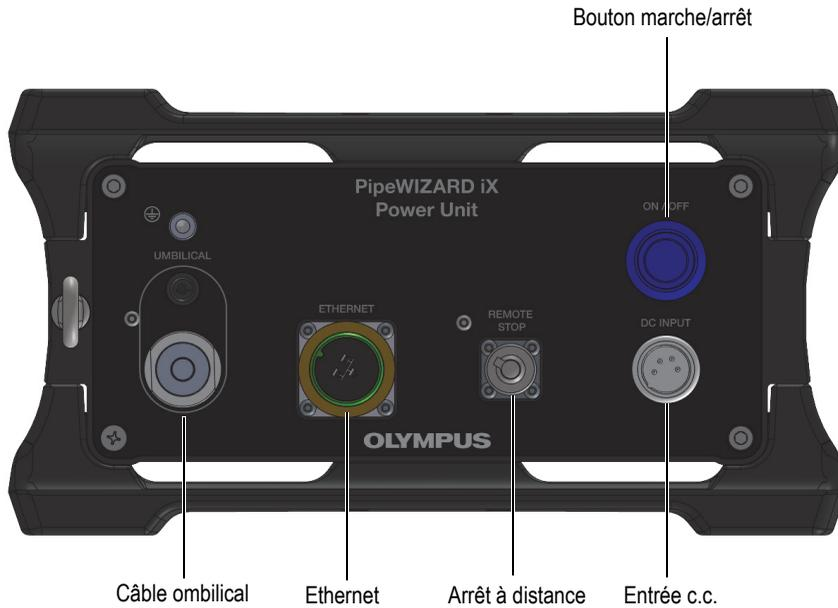
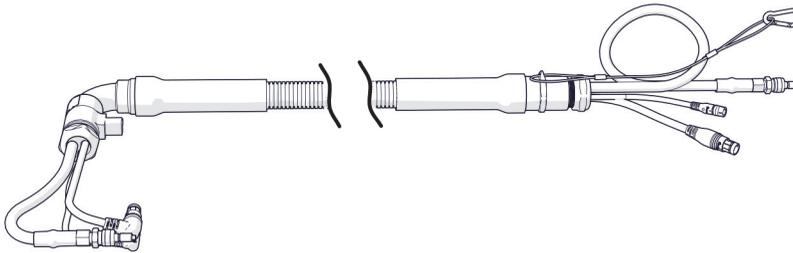
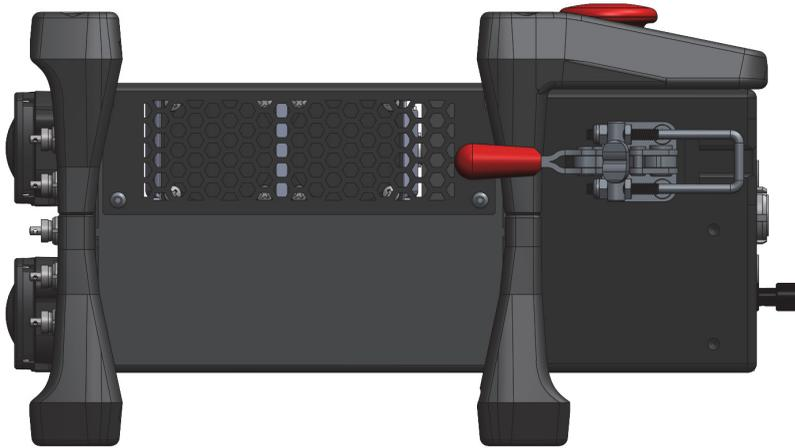

Figure 1-2 Connecteurs et bouton marche/arrêt sur l'unité d'alimentation
Figure 1-3 Câble ombilical du PipeWIZARD iX
Figure 1-6 Panneau latéral droit de l'unité d'acquisition
Voici la liste des ports se trouvant sur l'unité d'alimentation (Figure 1-2 à la page 25) :
Le câble ombilical (Figure 1-3 à la page 26) est un câble robuste qui se compose du câble d'alimentation, du câble de données et d'un tuyau d'eau servant à l'alimentation en couplant. Pour permettre au scanner de se déplacer librement autour des tuyaux sans que le câble ombilical ne se plie, l'une des extrémités du câble est équipée d'un coude pivotant. L'une des extrémités du câble ombilical est conçue pour être branchée sur le panneau avant de l'unité d'alimentation (Figure 1-2 à la page 25) et comprend un mousqueton, tandis que l'autre extrémité est conçue avec un loquet qui en permet la fixation au panneau droit de l'unité d'acquisition (Figure 1-6 à la page 31). Différentes longueurs de câble ombilical sont disponibles (Tableau 12 à la page 125).
2. Branchez les deux connecteurs du câble ombilical sur leurs ports respectifs sur le panneau avant de l'unité d'alimentation (Figure 1-2 à la page 25), puis branchez le tuyau d'eau à raccord rapide sur la pompe à eau.
4. Alignedez la rainure de la section de réduction de tension du câble ombilical avec le réceptacle sur l'unité d'acquisition (Figure 1-6 à la page 31).
Le panneau latéral droit de l'unité d'acquisition du système PipeWIZARD iX (Figure 1-6 à la page 31) vous permet d'effectuer ce qui suit :